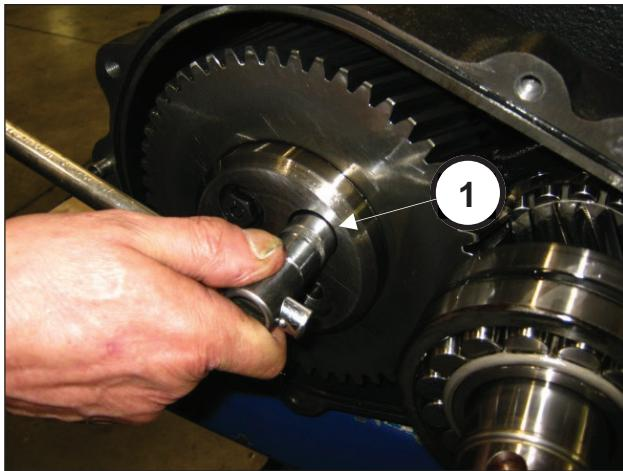

Abb. 10
Nach beendetem Vorgang den Getriebedeckel abnehmen. Lösen Sie die Befestigungsschrauben des Zahnkranzhalters (Pos. ①, Abb. 10) und entfernen Sie den Halter (Pos. ①, Abb. 11).